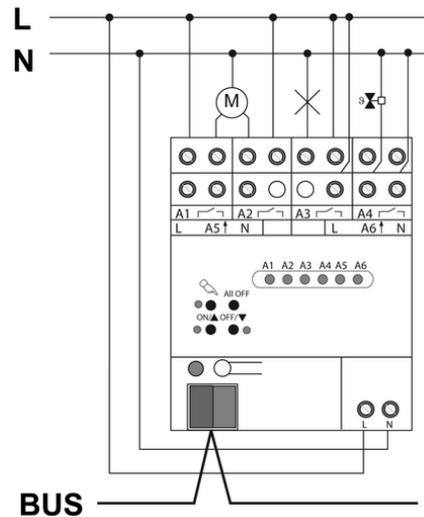

Bild 3: Anschlussbeispiel
- Busleitung mit Anschlussklemme anschließen (Bild 3).